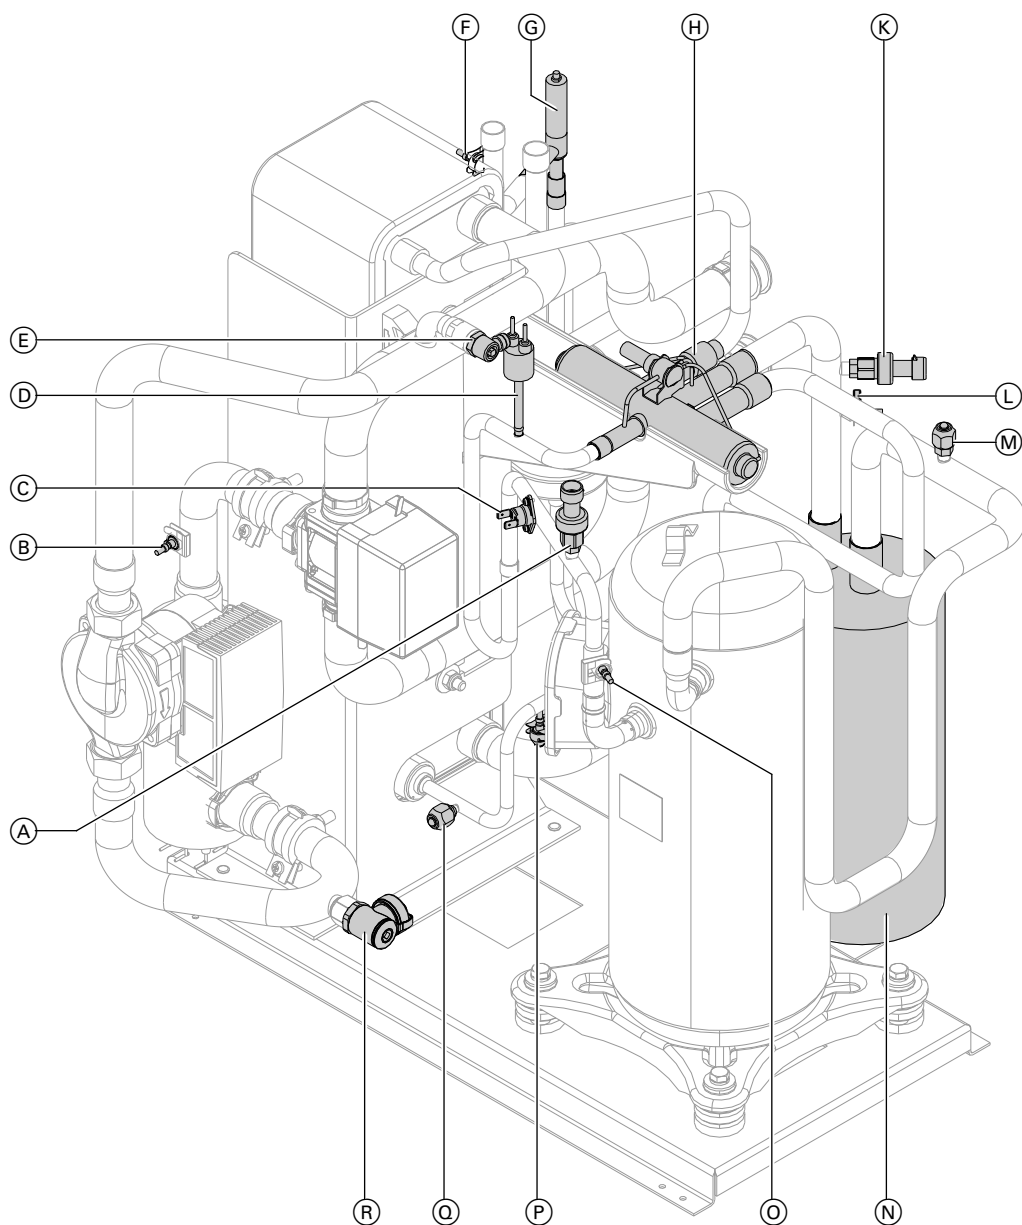

Abb. 52
2. Wärmepumpe am Entleerungshahn entleeren: Siehe Abb. 52.
- Einbauposition der Sensoren in der Wärmepumpe: Siehe Abb. 52 auf Seite 69.